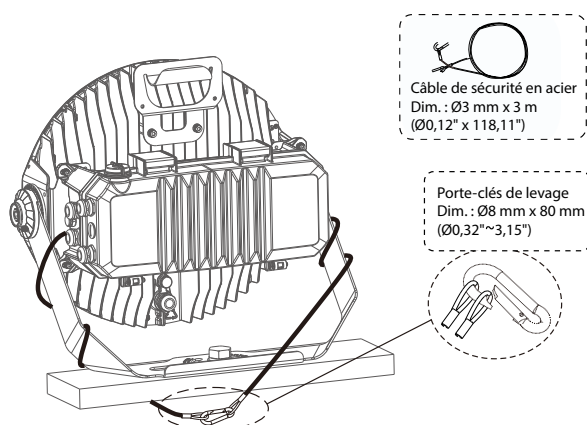

Fig. 36
1. Faire passer le câble de sécurité sous le boîtier d'alimentation et l'enrouler autour du support en U afin qu'il soit fixé à la surface de montage (Fig. 36).